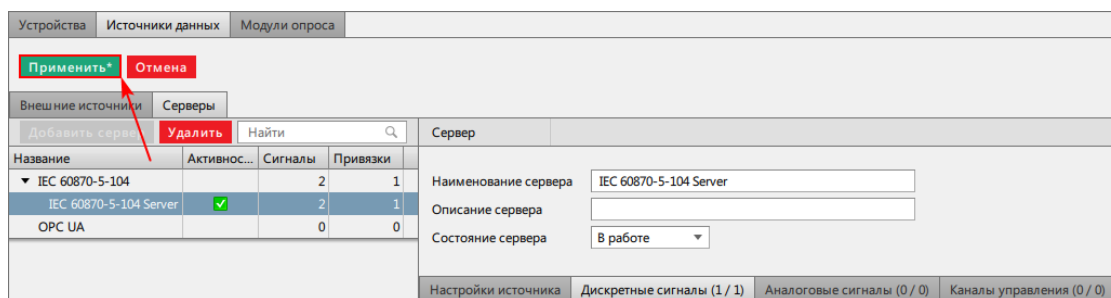

Рисунок 193 - Сохранение результата
- Нажмите **Применить** (Рисунок 193).